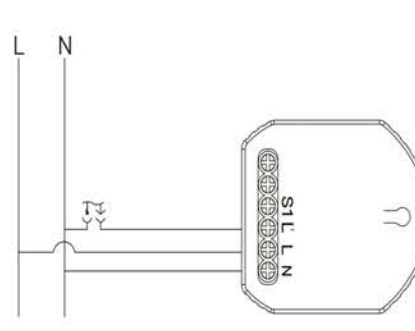

Рисунок 2.3
- с розеткой (см. рисунок 2.3).